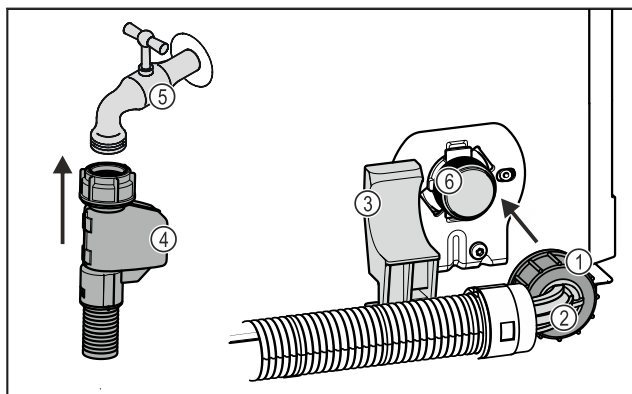

Fig. 20
- ▶ Raccorder l'extrémité droite du tuyau Fig. 20 (4) au robinet Fig. 20 (5).